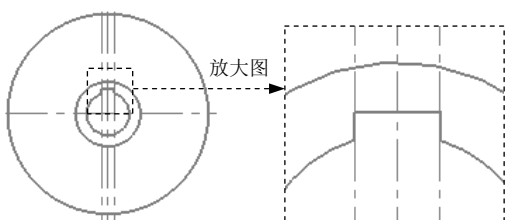
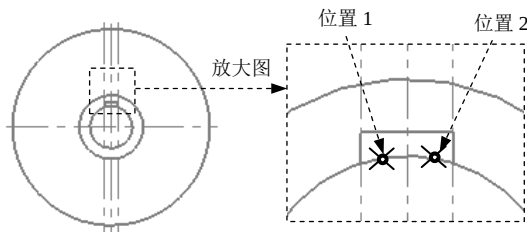

图 3.15.15 修剪多余曲线
图 3.15.16 定义修剪曲线
③ 单击 按钮完成直线的绘制。
(3) 修剪多余曲线, 修剪后如图 3.15.15 所示。
① 选择命令。选择下拉菜单 **编辑(E)** → **修剪/打断(T)** → **修剪/打断/延伸(T)** 命令, 系统弹出“修剪/打断/延伸”工具栏。
② 设置修剪方式。在“修剪/打断/延伸”工具栏中单击 按钮使其处于按下状态。
③ 定义修剪曲线。在图 3.15.16 所示的位置 1 和位置 2 单击鼠标左键修剪曲线。